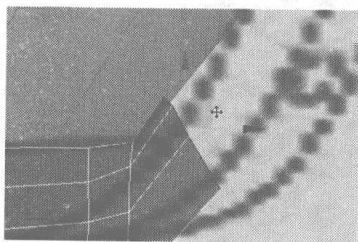
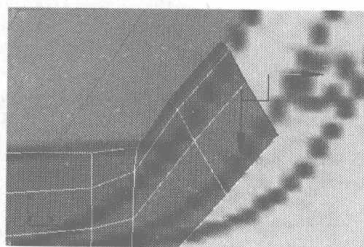

图 7.46
图 7.47
- 19 选择图 7.46 中的曲线，在按住 Shift 键的同时，移动复制出新的面，如图 7.47 所示。单击右键，在